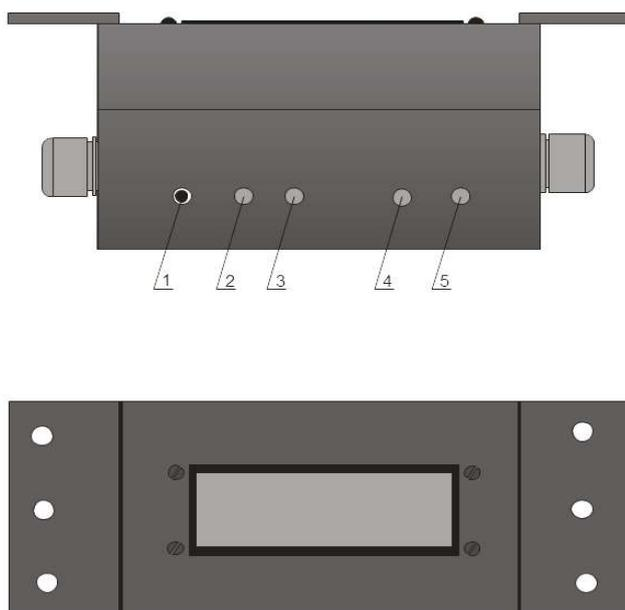

Рис. 5.2
При нажатии на кнопку 1 (см. рис. 5.2) происходит переход прибора в режим настройки установок, при этом на индикатор выводятся надпись «Установка» и значения параметров давления и температуры. При монтаже МК на стенд очистки устанавливаются следующие параметры: давление 0,4 атм. и температура 55°C, т.е. при снижении давления менее 0,4 атм. или при повышении температуры более 55°C работа стенда будет остановлена.
- а) нажать кнопку 1 рис.5.2;